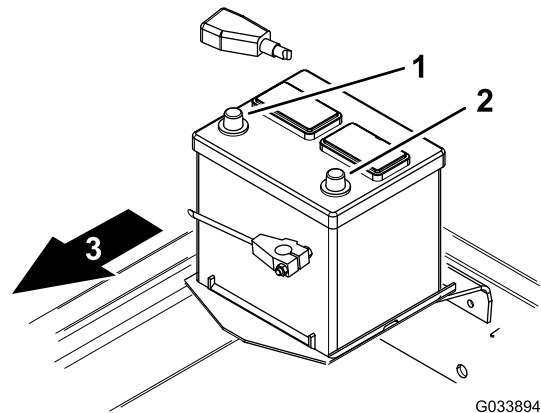

Bild 11
2. Klemmen Sie das Pluskabel (Rot) am Pluspol (+) der Batterie an und schieben Sie die Gummitülle über den Pluspol (Bild 11).
3. Klemmen Sie das Minuskabel (Schwarz) am Minuspol (-) der Batterie an (Bild 11).